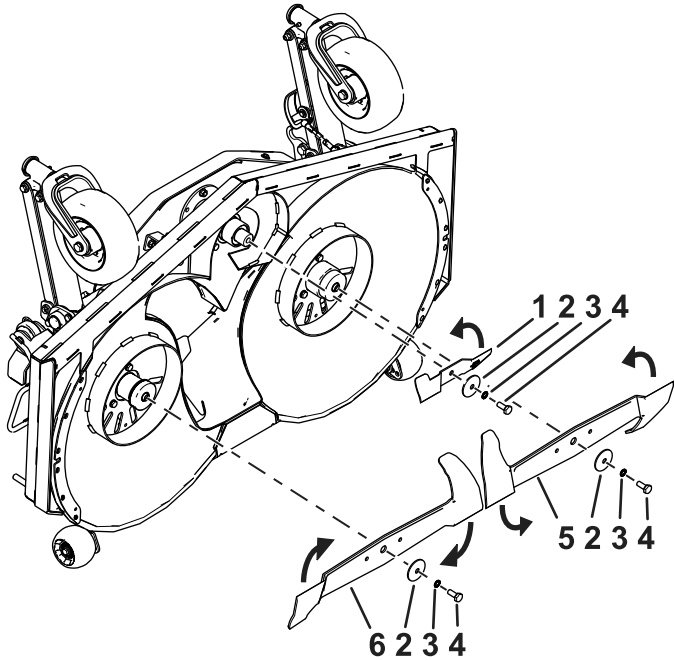
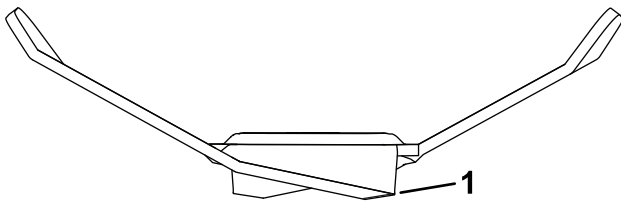

Figure 89
Figure 90
2. Examinez le tranchant des lames (Figure 89 et Figure 90).
- Retirez le boulon de lame, la rondelle frein élastique, la rondelle bombée et la lame de l'axe de pivot (Figure 89).
- Avec une lime ou un outil d'affûtage, affûtez le tranchant aux deux extrémités de la lame (Figure 90).
Remarque: Reportez-vous à la Figure 89 pour la rotation et l'installation correctes des lames.
- Montez la lame avec le boulon, la rondelle frein élastique et la rondelle bombée retirés précédemment (Figure 89).